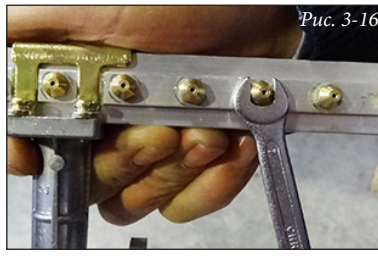

Рис. 3-16
- вывинтите форсунки и замените их на форсунки из предоставленного комплекта (Рис. 3-16).